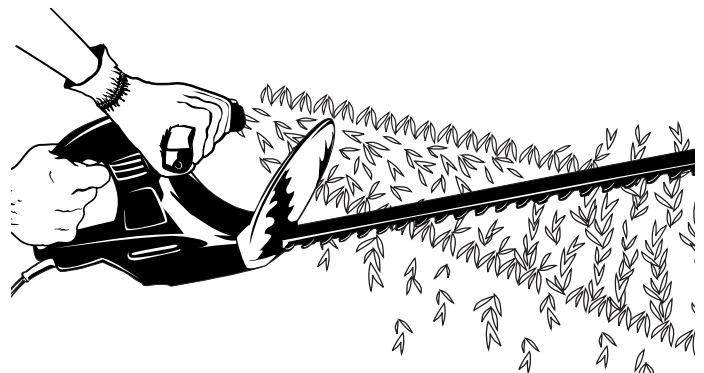

Fig. 10
- Si l'utilisateur le désire, il peut se servir d'une ficelle pour faciliter le taillage. Il suffit de décider de la hauteur désirée pour la haie. Ensuite, tendre une ficelle le long de la haie à cette hauteur. Tailler la haie à peine au-dessus de cette ligne guide que représente la ficelle. Tailler les côtés de la haie de manière à ce qu'ils soient un peu plus étroits dans la partie supérieure, comme représenté (Fig. 10). De cette manière, une partie plus importante de la haie sera exposée, et elle aura l'air plus uniforme.